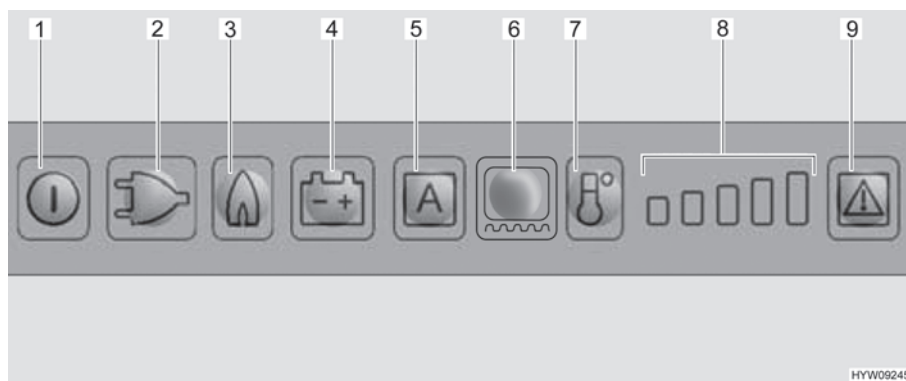

Fig. 158 Panneau de commande DEL (réfrigérateur Dometic)
Dès que le fonctionnement au gaz est activé, la veilleuse de sécurité s'ouvre automatiquement, de sorte que le gaz peut arriver au brûleur. En même temps, l'allumage électronique est connecté. Si la flamme s'éteint, p. ex. en raison d'un courant d'air, l'allumage est immédiatement activé et rallume le gaz. En cas de panne de gaz, les touches lumineuses Gaz (Fig. 158,3) et Débranchement (Fig. 158,9) clignotent et une alarme acoustique retentit pendant 20 secondes.
- Appuyer sur la touche Marche/Arrêt (Fig. 158,1) pendant env. 2 secondes. Le réfrigérateur s'enclenche, le dernier mode de fonctionnement choisi est indiqué.
- Appuyer sur la touche lumineuse pour le mode de fonctionnement désiré (Fig. 158,2 - 4) ou le mode automatique "AES" (Fig. 158,5) (uniquement sur le modèle AES).
- Régler la température de réfrigération avec la touche de puissance de réfrigération (Fig. 158,7). L'indicateur de puissance de réfrigération (Fig. 158,8) indique le réglage choisi du thermostat.
- Appuyer sur la touche Marche/Arrêt (Fig. 158,1) pendant env. 2 secondes.
Lorsque le réfrigérateur est mis en marche, il choisit automatiquement la température moyenne du thermostat. Ce réglage peut cependant être corrigé manuellement à l'aide de la touche de puissance de réfrigération (Fig. 158,7). Il faudra attendre quelques heures jusqu'à ce que le réfrigérateur ait atteint sa température normale de réfrigération. Le réglage du thermostat est conservé en cas de commutation sur un autre mode de fonctionnement.
- Régler le chauffage du cadre pour une durée de 2 heures : Appuyer une fois sur la touche lumineuse Chauffage du cadre (Fig. 158,6). Une barre indiquant la puissance de réfrigération (Fig. 158,8) s'allume.
- Régler le chauffage du cadre pour une durée de 5 heures : Appuyer deux fois sur la touche lumineuse Chauffage du cadre (Fig. 158,6). Deux barres indiquant la puissance de réfrigération (Fig. 158,8) s'allument.
- Régler le chauffage du cadre sur fonctionnement permanent : Appuyer trois fois sur la touche lumineuse Chauffage du cadre (Fig. 158,6). Trois barres indiquant la puissance de réfrigération (Fig. 158,8) s'allument.
L'indicateur de puissance de réfrigération (Fig. 158,8) indique pendant quelques secondes la durée de fonctionnement du chauffage du cadre.
En cas de dérangement, la touche lumineuse Dérangement (Fig. 158,9) clignote. Une des touches lumineuses Mode de fonctionnement ou l'indicateur de puissance de réfrigération clignote. De plus, un signal d'avertissement acoustique retentit. Les consignes relatives à l'affichage de défauts et à leur élimination sont données au chapitre 15.
- ▷ Quand un dérangement du régime au gaz a été éliminé, appuyer sur la touche lumineuse Reset (Fig. 158,9).